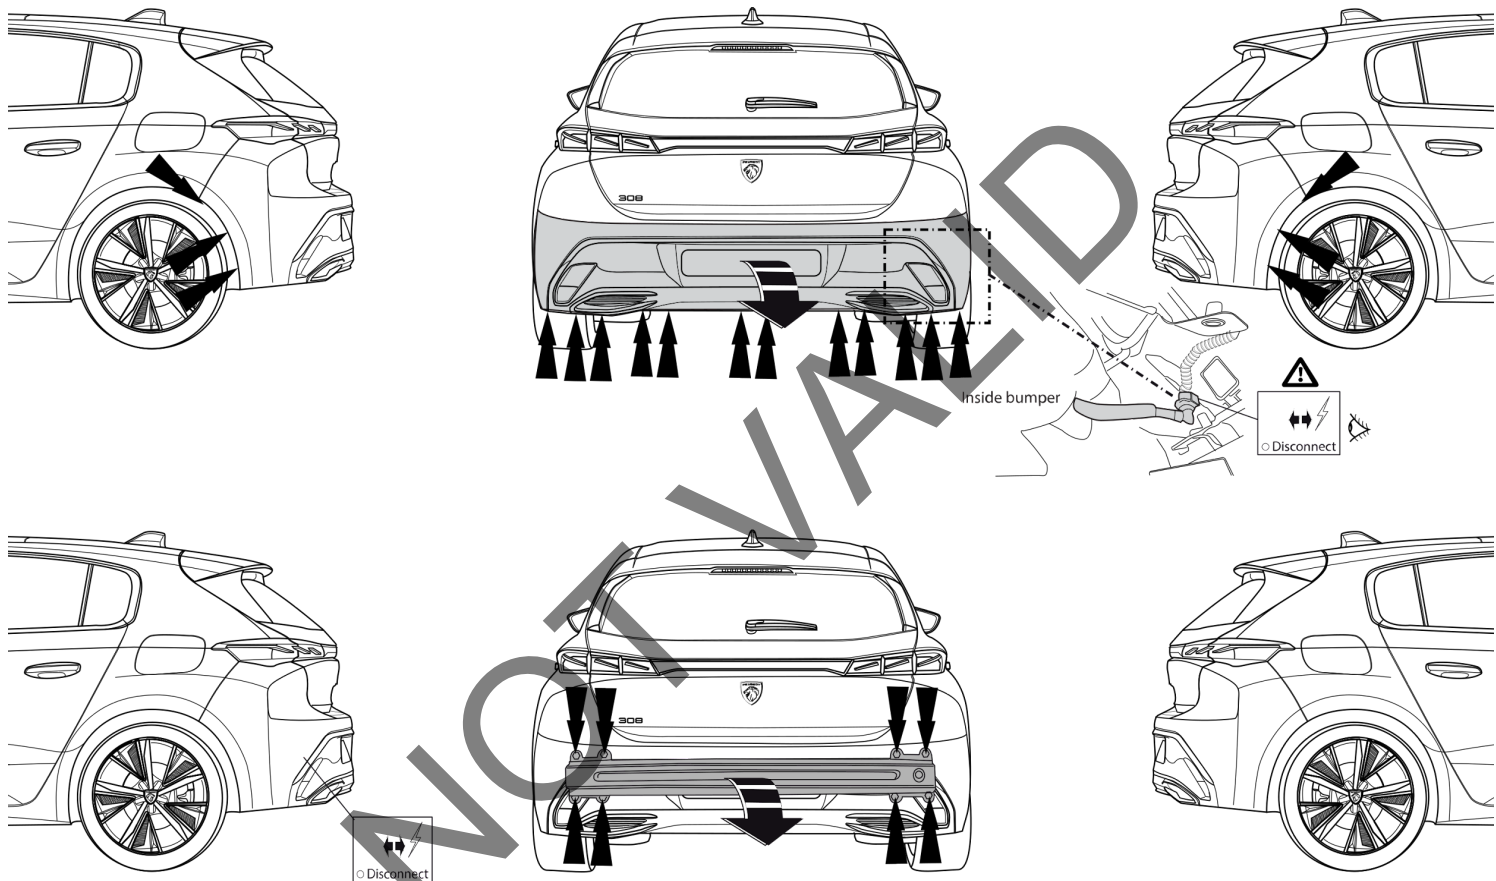

Fig. 1
1. Снять бампер вместе со буферным брусом автомобиля. Буферный брус больше не понадобится. См. рисунок 1 & 2.